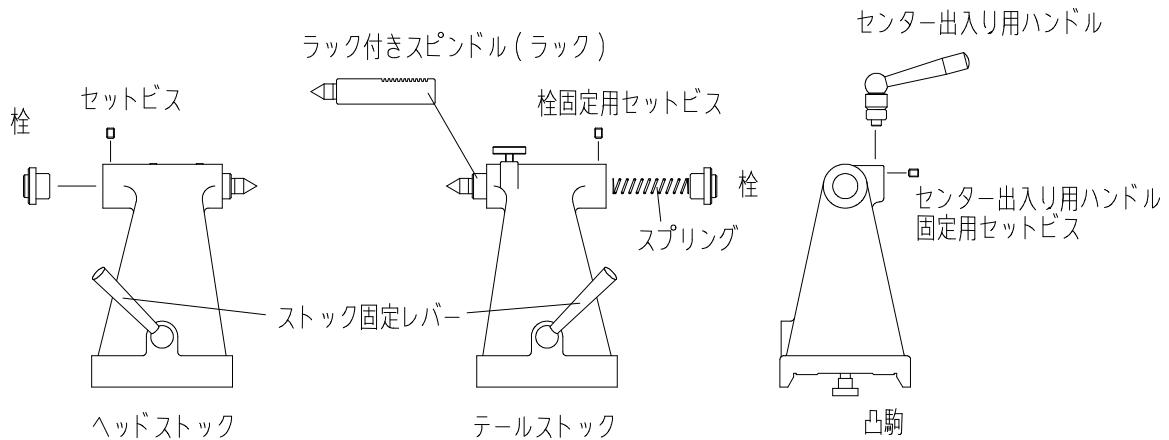

図 4, 凸駒・センター出入り用ハンドルの調整
- ① 図4のように栓固定用セットビスを緩めて栓を取り外してください。